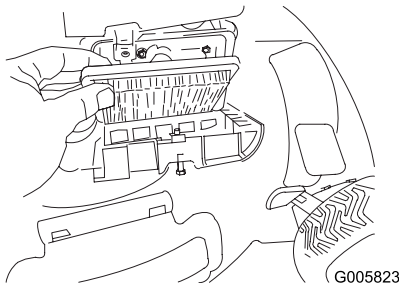

Figure 38
2. Remplacez le filtre à air (Figure 38).